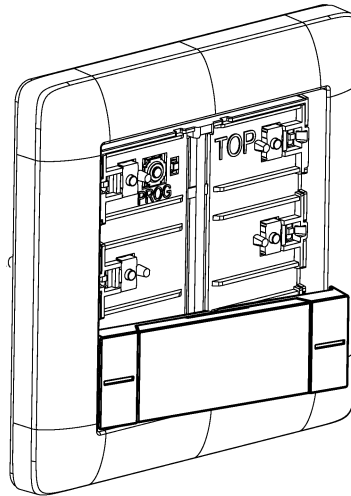

Bild 5: Bedienwippe seitlich anlegen
- Bedienwippe seitlich anlegen (siehe Bild 5).